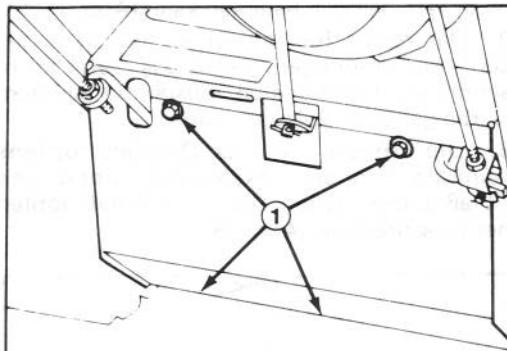

Abbildung 16
- Die Schneefräse und das Räumgehäuse kippen und so sichern, daß sie nicht umfallen. Nun die vier Blechschrauben der hinteren Abdeckung abnehmen und das Abdeckblech abnehmen (Abb. 16).